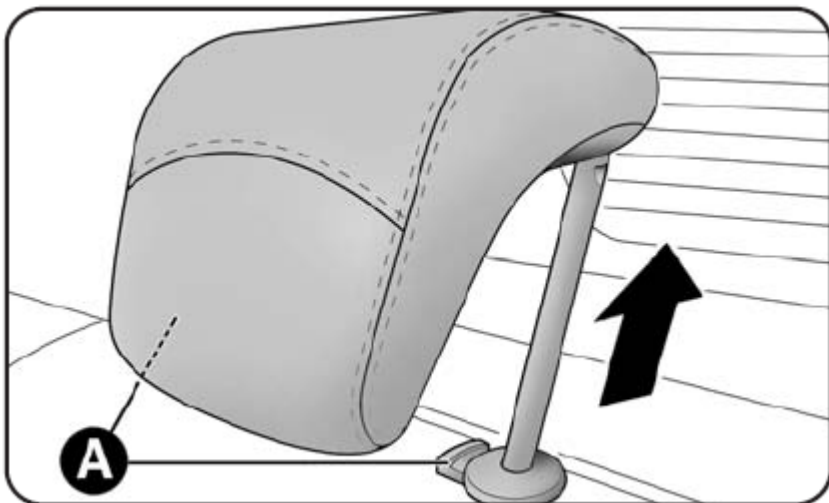

Рис.25
- нажмите кнопки А – рис. 25 и выньте подголовники, потянув их вверх.